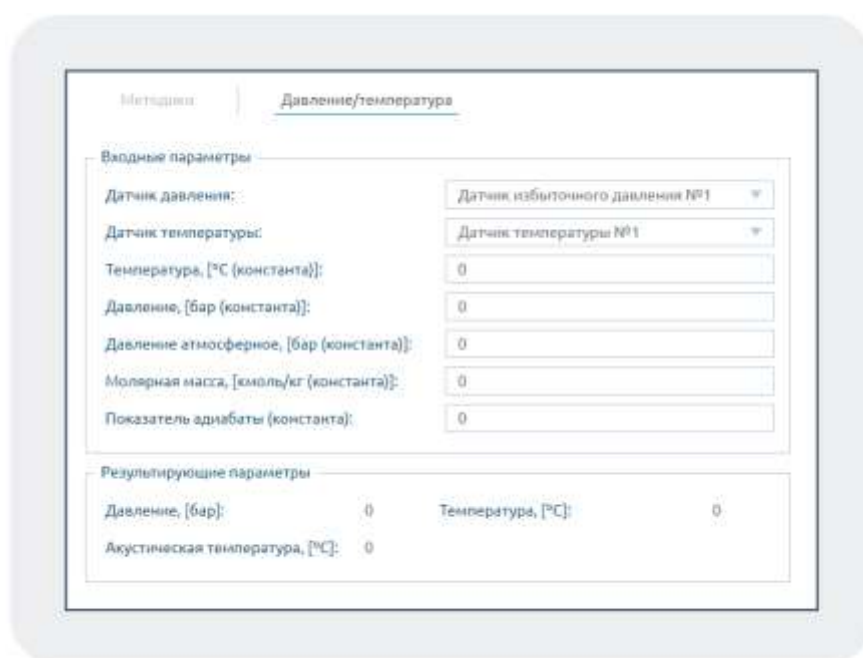

Рисунок 59 – Параметры давления/температуры
- настроить значения давления и температуры в месте эксплуатации (установить фиксированные значения или указать датчики, с которых будут считываться параметры) (рисунок 59);